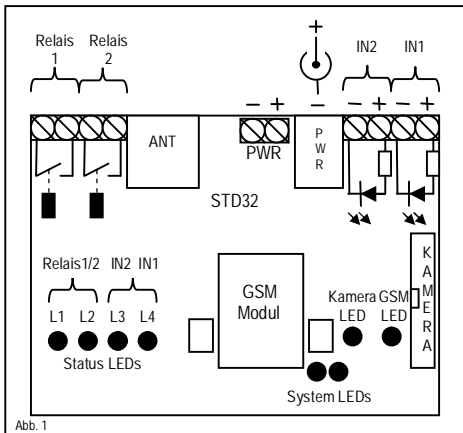

Abb. 1
- Betreiben Sie das STD32 nur mit einer Betriebsspannung zwischen 5-32V DC (Gleichstrom) und beachten Sie die Polarität! (siehe Abb.1). Es ist ein stabilisiertes Netzteil mit mindestens 1A Ausgangsstrom zu verwenden (wir raten Ihnen dringend das Telic Original-Netzteil zu verwenden). Verwenden Sie ein Netzgerät als Spannungsquelle, so muss dies unbedingt den VDE-Vorschriften entsprechen!
Wie in Abb. 1 dargestellt, verfügt das STD32 über fünf Schraubklemmenpaare. Zwei Paare (In1, In2) sind die Eingänge zu zwei Optokopplern. Zwei Paare (Relais1, Relais2) sind die Ausgänge (Schalter) der 2 Relais auf dem STD32. An der Anschlussbuchse PWR bzw. am fünften Schraubklemmenpaar wird die Spannungsversorgung des STD32 angeschlossen. Am Anschluss ANT wird die GSM Antenne eingeschraubt (Typ FME-Female).
Bitte beachten Sie dringend die Polung (s. Abb.1) und ob Ihnen ein geeignetes Netzteil (s. Betriebsbedingungen) zur Verfügung steht.